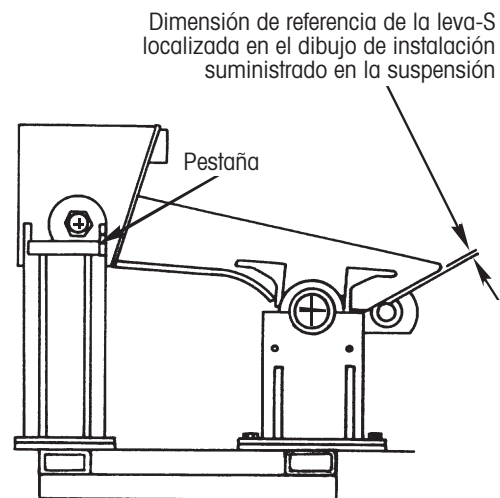

Figura 33: Alterando el herramental serie "T"
2. **Corte** en posición vertical la porción "pestaña" de los soportes de percha como se muestra (Figura 33).
*Llame a su distribuidor de Remolques o Hendrickson al **01 (442) 296.3600** para más información.*